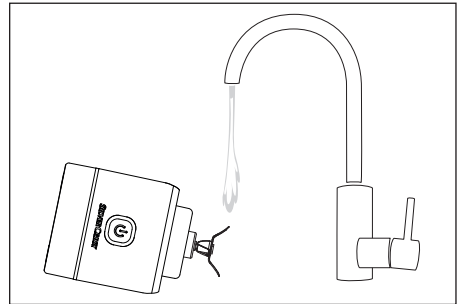

Abb. 2
- Wischen Sie die den Motorblock ⑨ mit einem feuchten Tuch ab.
- Um leichte Verschmutzungen zu beseitigen, füllen Sie den Mixbecher ④ bis zur MAX-Markierung mit lauwarmem Wasser und einem Tropfen Spülmittel. Lassen Sie das Gerät wie im Kapitel **Bedienen** beschrieben für ca. 30 Sekunden laufen. Schrauben Sie dann den Motorblock ⑨ ab und kippen das Spülwasser aus dem Mixbecher ④.
- Spülen Sie nur das Kreuzmesser ⑤ vorsichtig, ggf. mit einer Spülbürste, unter fließendem Wasser. Achten Sie dabei darauf, dass kein Wasser auf den Motorblock ⑨ fließt und tauchen das Gerät nicht in Wasser! Kippen Sie das Gerät so, dass nur das Kreuzmesser ⑤ in den Wasserstrahl hineinragt (siehe Abb. 2). Wenn Sie die Reinigung direkt nach der Verwendung durchführen, dann lassen sich Verschmutzungen leichter lösen.